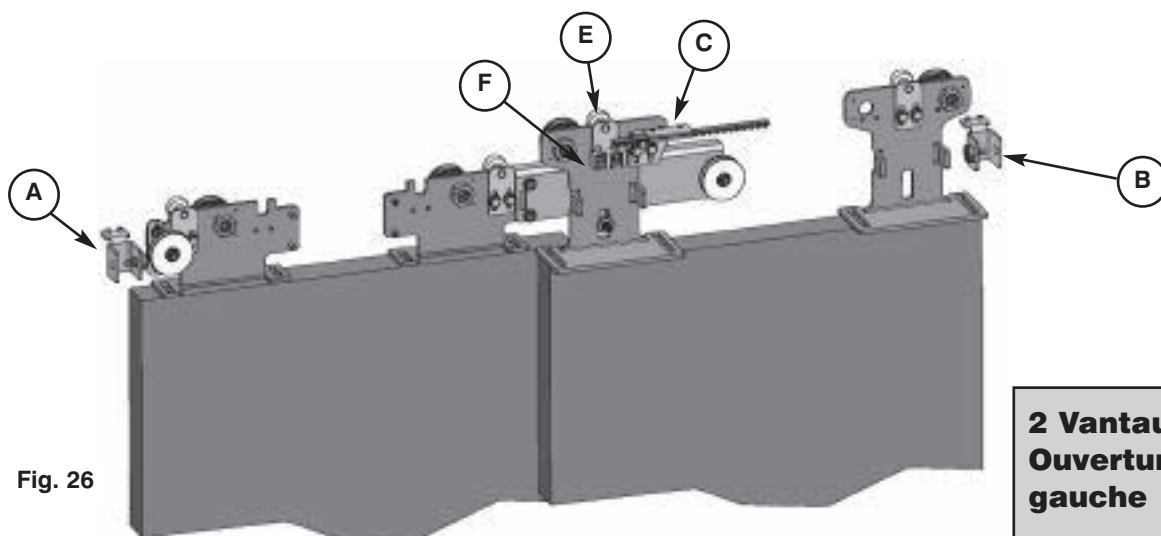

Fig. 26
- Fig. 26 part.C en cas d'automatisme à 2 vantaux avec ouverture à gauche
Automatisme 2 vantaux: les 2 butées sont positionnées aux extrémités gauche (Fig. 26, 27 part.A) e a destra (Fig. 26, 27 part.B) de la zone de déplacement à proximité des têtes de la poutre.